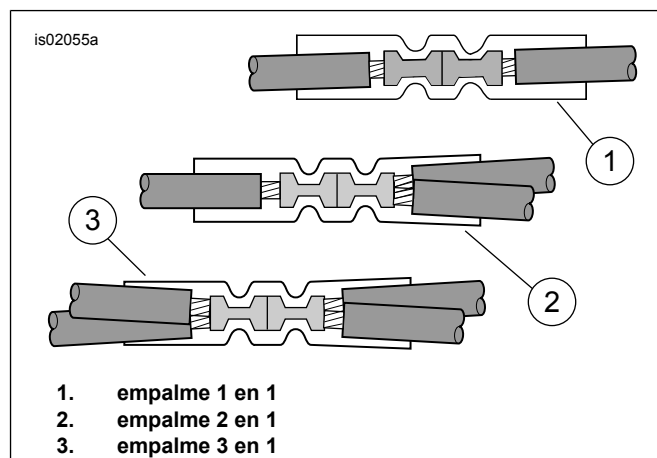

Figura 7. Configuraciones de empalme
- Vea Figura 22 . Obtenga del kit un conector de empalme sellado (3). Vea Figura 7 , la configuración de empalme "2 en 1". Empalme el cable de alimentación del arnés de cables de la empuñadura con calefacción a los cables naranja/blanco del arnés principal, según las instrucciones en el apéndice del Manual de servicio.
6. Vea Figura 22 . Obtenga del kit un conector de empalme sellado (3). Vea Figura 7 , la configuración de empalme "1 en 1". Empalme el cable conductor de energía del arnés de cables de la empuñadura con calefacción al cable del adaptador, de acuerdo con las instrucciones en el apéndice del Manual de servicio.
3. Vea Figura 22 . Obtenga del kit un conector de empalme sellado (3). Vea Figura 7 , la configuración de empalme "2 en 1". Empalme el cable de alimentación del arnés de cables de la empuñadura con calefacción a los cables naranja/blanco cortados del arnés principal, según las instrucciones en el apéndice del Manual de servicio.
6. Vea Figura 22 . Obtenga del kit un conector de empalme sellado (3). Vea Figura 7 , la configuración de empalme “1 en 1”. Empalme el cable conductor de energía del arnés de cables de la empuñadura con calefacción al cable del adaptador, de acuerdo con las instrucciones en el apéndice del Manual de servicio.
3. Vea Figura 22 . Obtenga del kit un conector de empalme sellado (3). Vea Figura 7 , la configuración de empalme “2 en 1”. Empalme el cable de alimentación del arnés de cables de la empuñadura con calefacción a los cables naranja/blanco del arnés principal, según las instrucciones en el apéndice del Manual de servicio.
3. Vea Figura 22 . Obtenga del kit un conector de empalme sellado (3). Vea Figura 7 , la configuración de empalme "2 en 1". Empalme el cable de alimentación del arnés de cables de la empuñadura con calefacción a los cables naranja/blanco del arnés principal, según las instrucciones en el apéndice del Manual de servicio.
4. Instale el fusible de 2 A (12) del kit en la cavidad del fusible para completar el circuito.